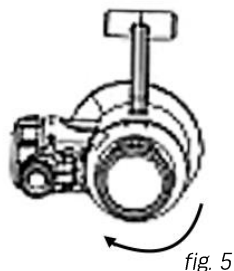

fig. 5
3. Une fois inséré, tournez dans le sens horaire pour verrouiller la lentille en place (fig. 5).